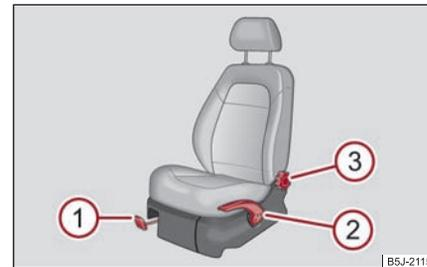

Abb. 63 Bedienelemente am Sitz
- Ziehen Sie den Hebel **1** ⇒ Abb. 63 nach oben und schieben Sie dabei den Sitz in die gewünschte Position.
- Möchten Sie den Sitz anheben, Hebel ② nach oben ziehen bzw. pumpen.
- Möchten Sie den Sitz absenken, Hebel ② nach unten drücken bzw. pumpen.